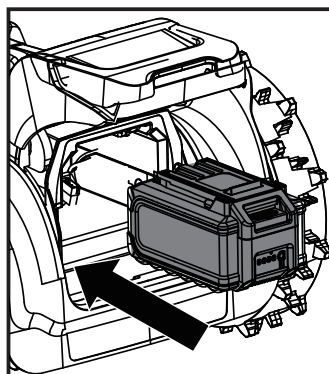

Fig. 1
2. Alignez les rails de support situés dans le compartiment de la batterie avec les guides du bloc-batterie, puis insérez le bloc-batterie dans le compartiment (Fig. 1).